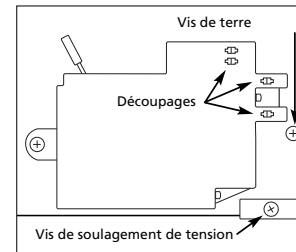

Figure 3
- Situer les découpages au verso du manostat (Voir Fig. 3). Introduire le bout d'un petit tournevis dans les
- Enlever la vis de terre (Fig. 3).
- Enlever la vis de soulagement de tension (Fig. 3).